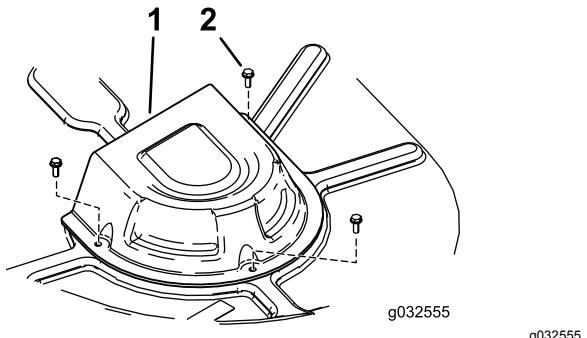

Figura 57
4. Retire as coberturas da polia (Figura 57).